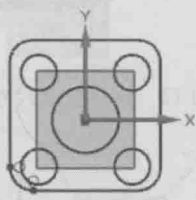

图 1.4.7 绘制圆角
Step4. 选择下拉菜单 **插入(I)** → **曲线(C)** → **圆角(F)** 命令,绘制图 1.4.7 所示的四个圆角。